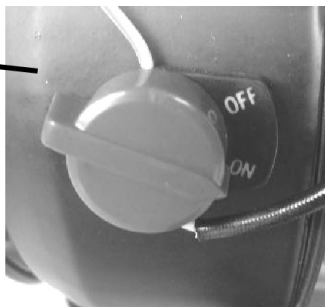

Рис. 16
2. Переведите выключатели зажигания, расположенные на корпусе двигателя, в положение ON (ВКЛЮЧЕНО) (Рис. 16).
2. Переведите выключатели зажигания в положение OFF (ВЫКЛЮЧЕНО) (Рис. 16).